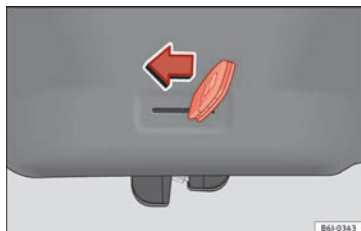
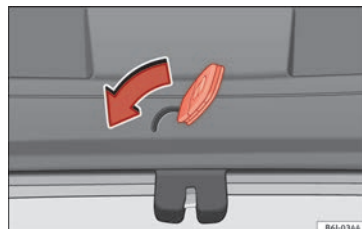

Fig. 167 IBIZA/IBIZA SC : Ouverture d'urgence du hayon arrière.
Fig. 168 IBIZA ST : Ouverture d'urgence du hayon arrière.
- Introduisez le panneton de la clé dans la rainure et déverrouillez le système de fermeture, en dirigeant la clé de droite à gauche comme indiqué par la flèche » **fig. 167**, » **fig. 168**.